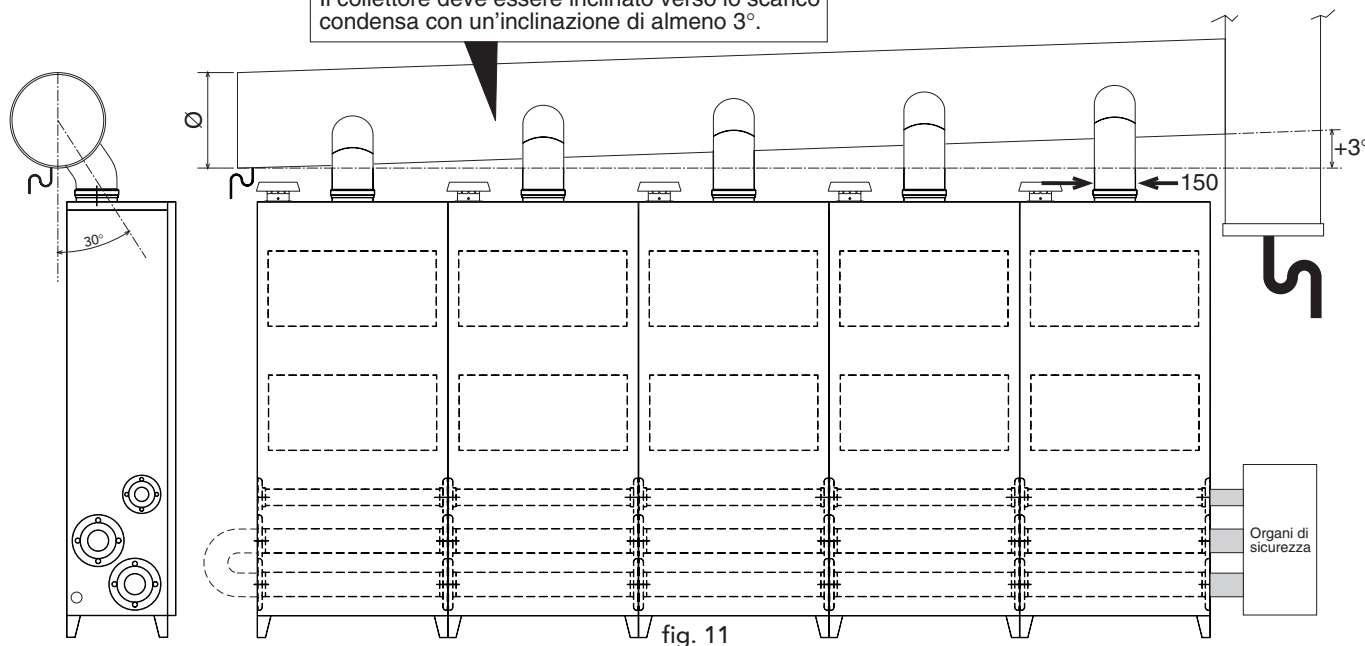

fig. 11
- Per il collegamento di più moduli in cascata è possibile anche utilizzare un collettore con collegamento ad unica canna fumaria. In tal caso collegare le uscite fumi ($\varnothing 150$) dei singoli moduli come riportato in figura, avendo cura di rispettare i diametri di collettore e camino riportati in tabella a lato. L'innesto dei singoli camini sul collettore deve avvenire con inclinazione di circa 30° rispetto la verticale (fig. 11).